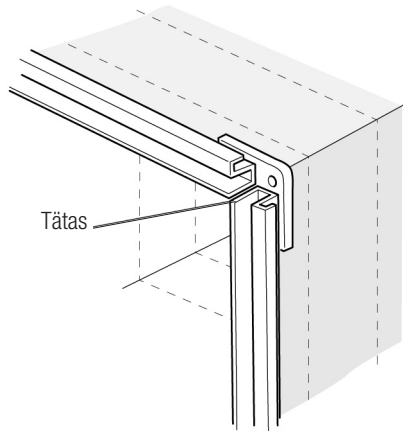

Fig. 7
5. Täta noga mellan hörnstycken BFPG-55 och kanalvägg. Tillse även att god täthet erhålls mellan hörnstycke och längsgående fals i kanalen. Täta ändarna på gejdstången enl. fig. 7.